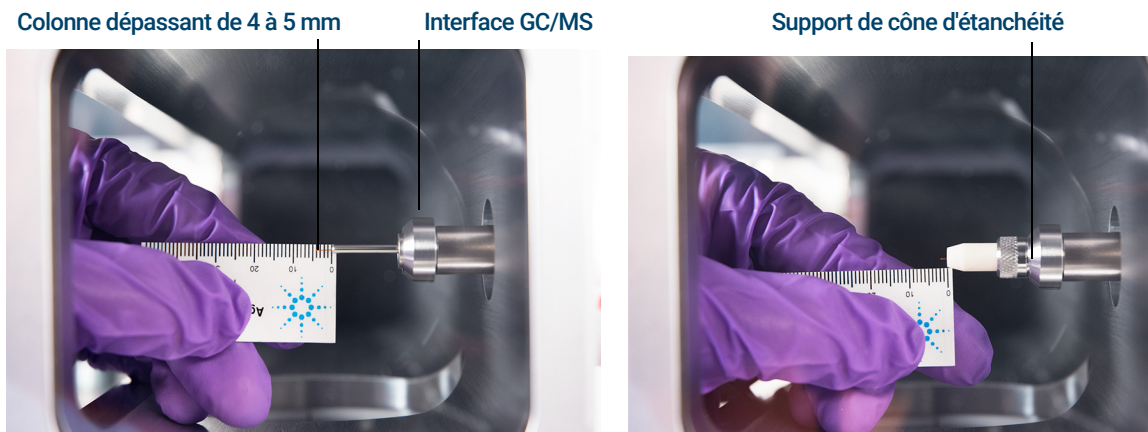

Figure 5. Installation d'une colonne capillaire dans l'interface GC/MS pour une source EI HES
- Cône d'étanchéité de l'interface (G3870-20542) (voir **Figure 4** et **Figure 5** page 48.)
- 3 Retirer le cône d'étanchéité de l'interface, le ressort et la pièce de retenue du cône d'étanchéité à tête moletée de l'interface GC/MS. (Voir Figure 4 et Figure 5 page 48).
- 10 Régler la colonne afin qu'elle étende cette distance spécifiée depuis l'extrémité de la ligne de transfert. (Voir **Figure 4** et **Figure 5** page 48).
**Pour l'installation d'une source EI HES,** l'extrémité de la colonne doit dépasser d'environ 4 à 5 mm. (Voir la **Figure 5**.)
**14** Installer le cône d'étanchéité, le ressort et la pièce de retenue du cône d'étanchéité à tête moletée sur l'interface GC/MS. Aligner, glisser délicatement et visser la pièce de retenue du cône d'étanchéité à tête moletée sur le support du cône d'étanchéité. (Voir Figure 4 et Figure 5 page 48).
- 3 Retirer le cône d'étanchéité de l'interface, le ressort et la pièce de retenue du cône d'étanchéité à tête moletée de l'interface GC/MS. (Voir **Figure 4** et **Figure 5** page 48).
**Pour l'installation d'une source EI HES** (voir **Figure 5** page 48), la colonne dépasse de 4 à 5 mm.
- 14 Installer le cône d'étanchéité, le ressort et la pièce de retenue du cône d'étanchéité à tête moletée sur l'interface GC/MS. Aligner, glisser délicatement et visser la pièce de retenue du cône d'étanchéité à tête moletée sur le support du cône d'étanchéité. (Voir **Figure 4** et **Figure 5** page 48).